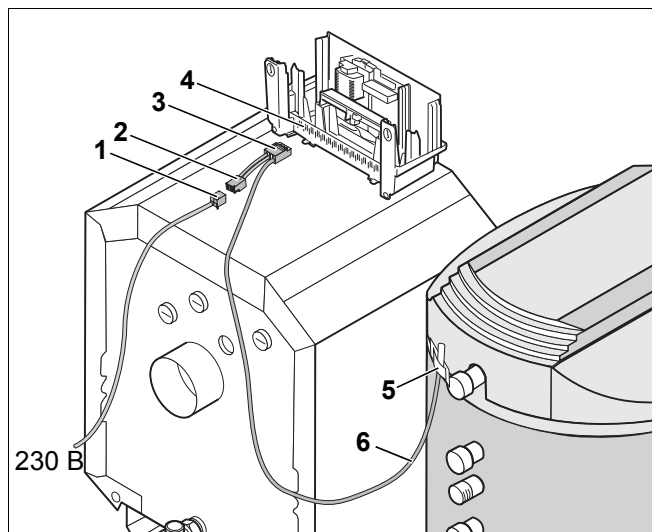

Рис. 8 Подключение к электросети
- Отсоединить штекер сетевого кабеля (рис. 8, **поз. 1**) от колодки штекерного разъема регулирующего устройства (рис. 8, **поз. 4**).
- Проложить кабель бака-водонагревателя (рис. 8, **поз. 6**) к регулирующему устройству котла. Проводка не должна соприкасаться с горячими частями котла.
- Подсоединить штекер кабеля бака-водонагревателя (рис. 8, **поз. 3**) в колодку штекерного разъема регулирующего устройства (рис. 8, **поз. 4**).
- Подсоединить штекер сетевого кабеля (рис. 8, **поз. 1**) в гнездо кабеля бака-водонагревателя (рис. 8, **поз. 2**).